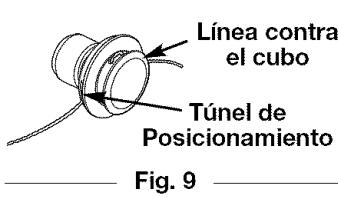
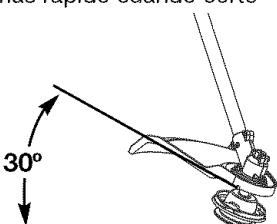

Fig. 9
Fig. 10
5. Hale la línea y cerciórese de que la línea esté contra el cubo y que esté totalmente extendida a través de los túneles de posicionamiento (Fig. 9).
Gire toda la unidad a modo de que el accesorio de corte se ubique a un ángulo de 30° con el suelo (Fig. 10).
PRECAUCION : Antes de operar esta unidad, cerciórese de que el botón de desenganche esté completamente trancado en el orificio primario (Fig. 9), y que la perilla (Fig. 10) esté suficientemente apretada.
- Quite el filtro de aire / tapa del silenciador. Ver *Remoción de la Tapa del Filtro / Silenciador* (Fig. 9).